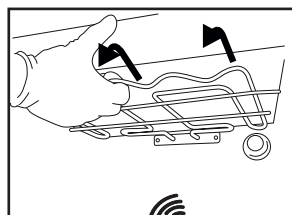
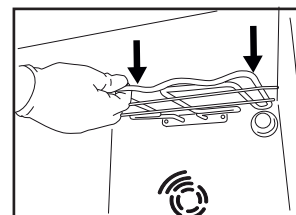

Fig. 1
Fig. 2
2. Puxe o elemento de aquecimento ligeiramente para fora (*fig. 1*) e baixe-o (*fig. 2*).